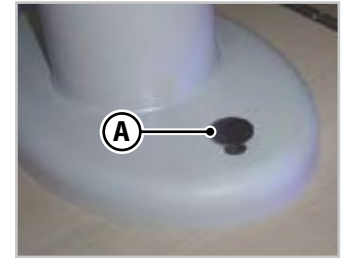

Fig.6.21 - Pata telescópica
1. Presione con el pie el botón (**A** - Fig.6.21) situado en la base de la mesa.